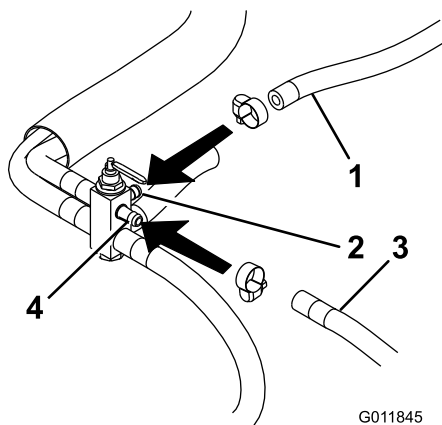

Figura 5
12. Instale el tubo de combustible que va desde el depósito de combustible superior izquierdo a la nueva válvula de combustible en el conector superior izquierdo con una abrazadera nueva. Asegúrese de que la abrazadera está bien apretada (Figura 5).
13. Instale el tubo de combustible de retorno que va desde el motor a la nueva válvula de combustible en el conector superior central con una abrazadera nueva. Asegúrese de que la abrazadera está bien apretada (Figura 5).